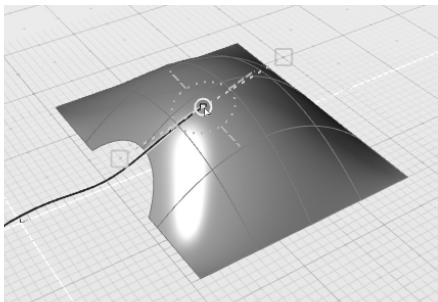

图 3-66 锁定融合曲线的另一端与 NURBS 曲面融合
3) 保持“融合曲线”工具仍然工作，将视图移动到曲面附近。按住〈Ctrl〉键，在曲面中部单击鼠标左键，可将融合曲线的另一端锁定在曲面上，如图 3-66 所示。当移动鼠标光标到合适的融合位置时，可释放鼠标左键进行确认。此时，锁定融合曲线的另一端与 NURBS 曲面融合。